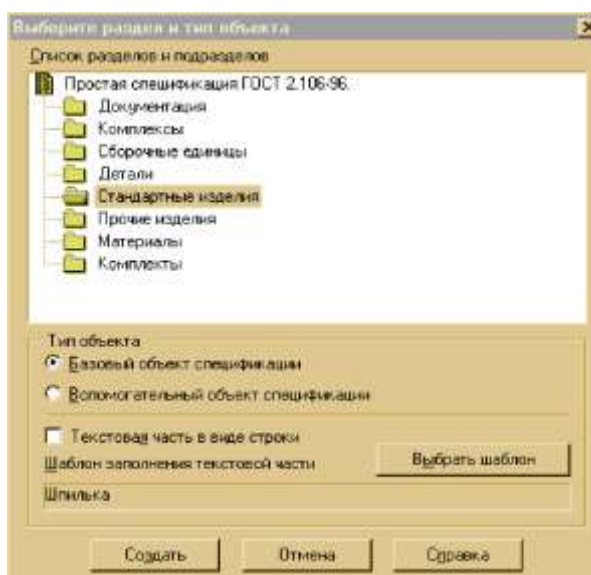
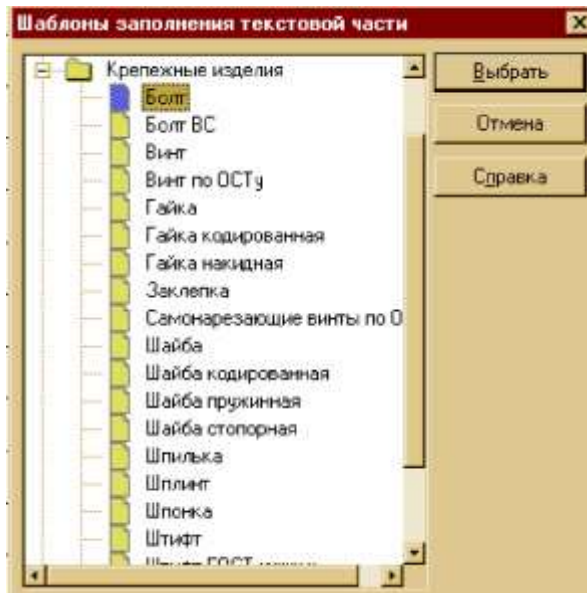

Рисунок 10.16 – Создание раздела Стандартные изделия
Рисунок 10.17 – Выбор папки Болт
1. Выполните команду **Редактор – Добавить раздел**. В диалоговом окне Выберите раздел и тип объекта сделайте текущим раздел **Стандартные изделия** (рисунок 10.16). Щелчком по кнопке **Выбрать** шаблон в открывшемся меню **Шаблоны** заполнения текстовой части выберете раздел **Крепежные изделия**, папку **Болт** и щелкните на кнопке **Выбрать** (рисунок 10.17).